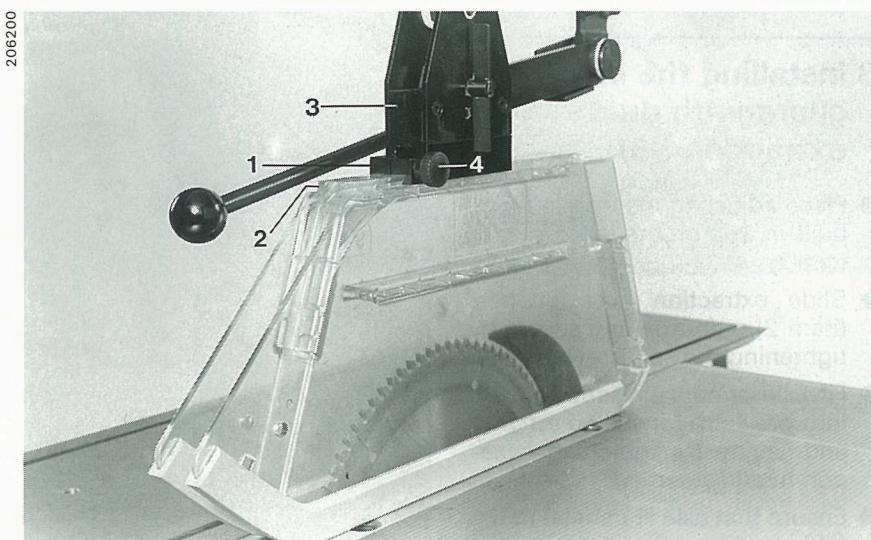

Bild 14 / Figure 14
- Den Anschlag (Bild 14, Pos. 1) in die Schwalbenschwanzführung (Pos. 2) der Schutzhaube bis zum Klemmenhalter (Pos. 3) einschieben und mit der Rändelschraube (Pos. 4) festziehen.
- Faire glisser la butée (figure 14, pos. 1) sur le guide en queue d'aronde (pos. 2) de la cape jusqu'au support de fixation (pos. 3) et serrer au moyen de la vis moulée (pos. 4).
- Slide endstop (Fig. 14, item 1) over dovetail guide (item 2) of safety guard right up to guard clamping device (item 3) and secure in position with knurled screw (item 4).